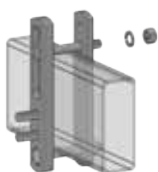

Figure 10
2. Insérez le deuxième boulon de $\frac{3}{8}$ po x $3\frac{1}{4}$ po à travers le trou ouvert situé le plus près du dessus du châssis de la remorque. (Figure 10)